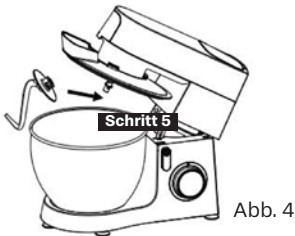

Abb. 4
- Überschreiten Sie nicht die maximale Teigmenge, das Gesamtgewicht darf maximal 1,5 Kilogramm betragen. Montieren Sie das benötigte Zubehörteil (5), (6) oder (7) auf die Abtriebswelle (1) im Motorkopf. Nur eines darf verwendet werden. Schieben Sie das Zubehörteil ganz nach oben (Schritt 5) und drehen Sie es dann eine Vierteldrehung gegen den Uhrzeigersinn (Schritt 6) in die Verriegelungsposition. (Abb. 4 und 5)